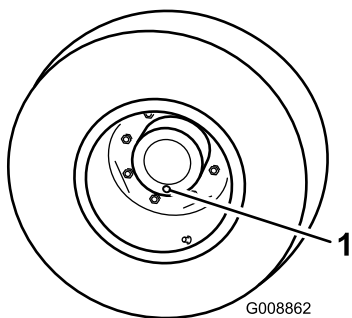

Figura 48
1. Con la macchina parcheggiata su una superficie piana, posizionate la ruota in modo che 1 dei tappi di controllo si trovi nella posizione inferiore (ore 6i) (Figura 48).